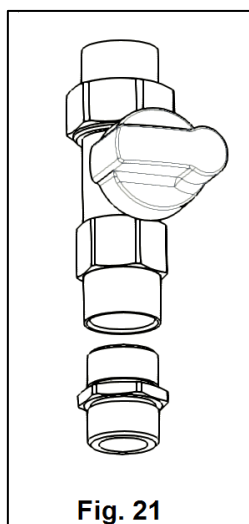

Fig. 21
15. Pe corpul principal al robinetului de gaz N se atașează niplul S, etanșarea asigurându-se cu șnur de cânepă (Fig. 21). Ansamblul obținut se montează pe unitate, prin intermediul conexiunii de tip olandez a robinetului N (Fig. 22).